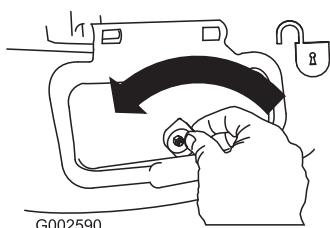

Figure 29
- Déverrouillez le volet d'éjection latérale (Figure 29).